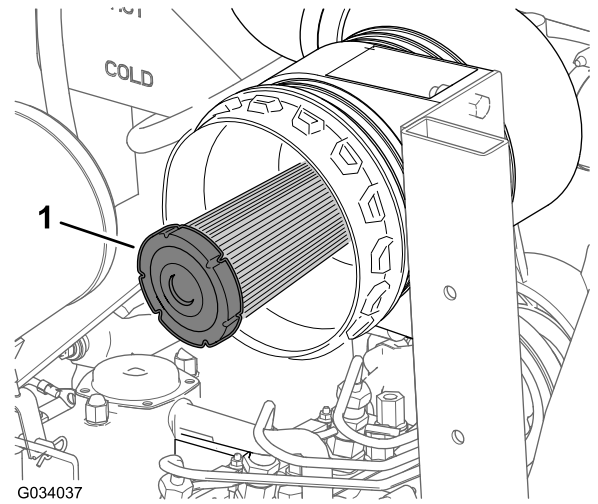

Figura 47
2. Compruebe que no hay polvo o residuos en el filtro de seguridad del limpiador de aire (Figura 47).
Importante: No intente nunca limpiar el filtro de seguridad (Figura 47). Sustituya el filtro de seguridad después de cada tres revisiones del filtro primario.